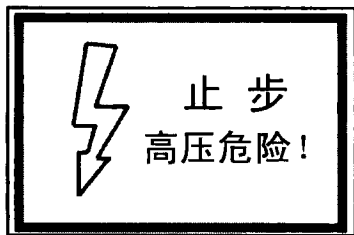

图 1-14 “止步 高压危险!” 标示牌
(1) “止步 高压危险!” 标示牌尺寸为 250mm×200mm，白底红边黑字，如图 1-14 所示。